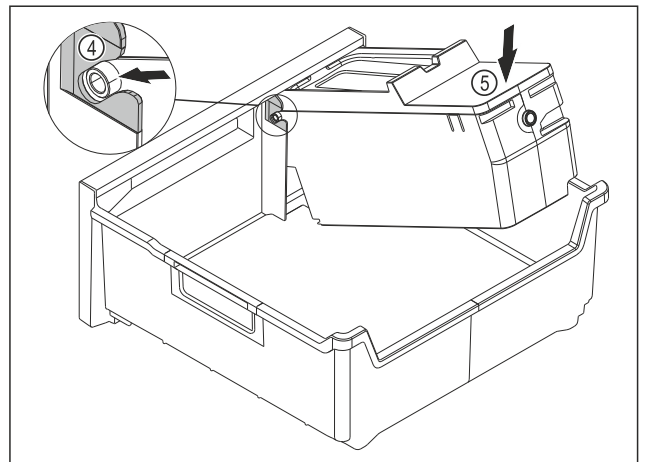

Fig. 297
- ▶ EasyTwist-Ice-Korpus montieren: Achsen des EasyTwist-Ice-Korpus in die Führungen Fig. 297 (4) einschieben.
- ▶ EasyTwist-Ice-Korpus Fig. 297 (5) hinten nach unten drücken.